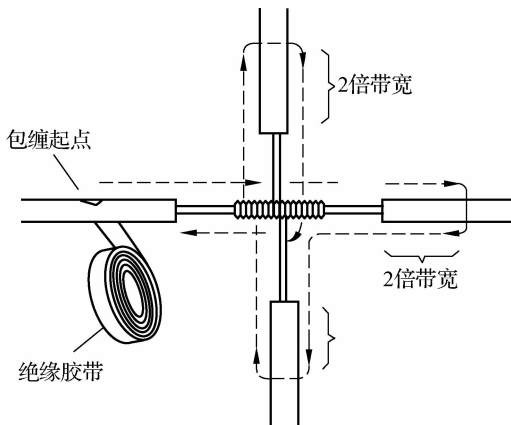

图 1-9 十字分支接头的绝缘处理
(3) 十字分支接头的绝缘处理。对导线的十字分支接头进行绝缘处理时, 包缠方向如图 1-9 所示, 走一个十字形的来回, 使每根导线上都包缠两层绝缘胶带,